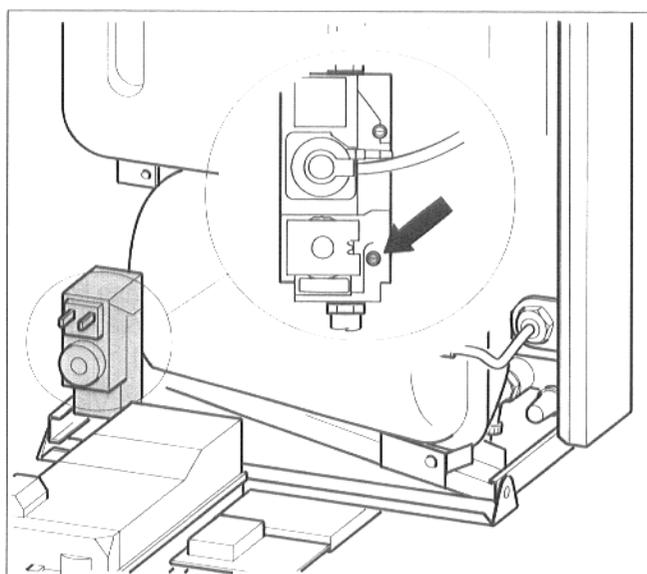

Abb. 18 Gaszuleitung entlüften
- Verschlußschraube am Prüfnippel für Gasanschlußdruck und Entlüftung (Abb. 18) zwei Umdrehungen lösen. Das ausströmende Gas über einen Schlauch ins Freie führen. Entweicht keine Luft mehr, Schlauch abziehen und Verschlußschraube wieder festziehen.